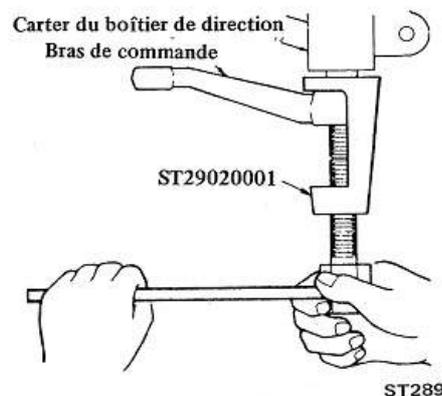

Fig. ST-15 Dépose du bras de commande
2. Déposer l'écrou et la rondelle-frein fixant le bras de commande sur l'arbre porte-secteur. Au moyen de l'extracteur spécial ST29020001, dégager le bras de commande de l'arbre porte-secteur. Voir figure ST-15.